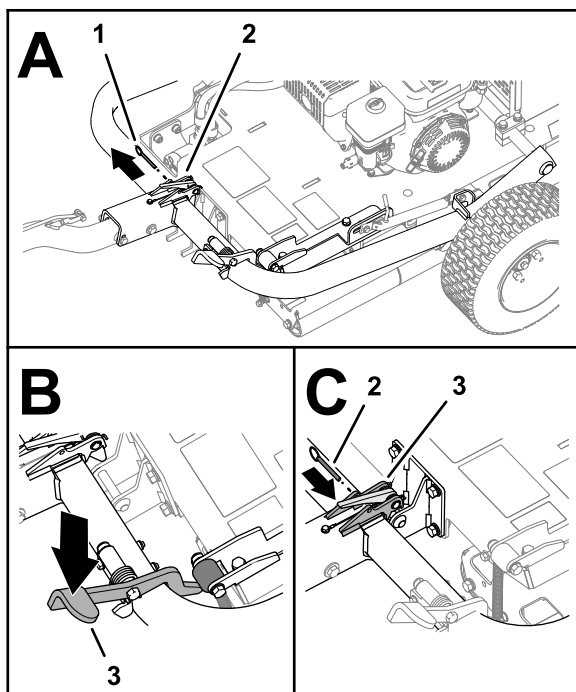

図 8
6. ラッチにロックピンが入っている場合はこのピンを外す 図 8。
7. ヒッチペダルを踏んで、ヒッチをロックする 図 8。
8. ラッチの穴にロックピンを入れる 図 8。